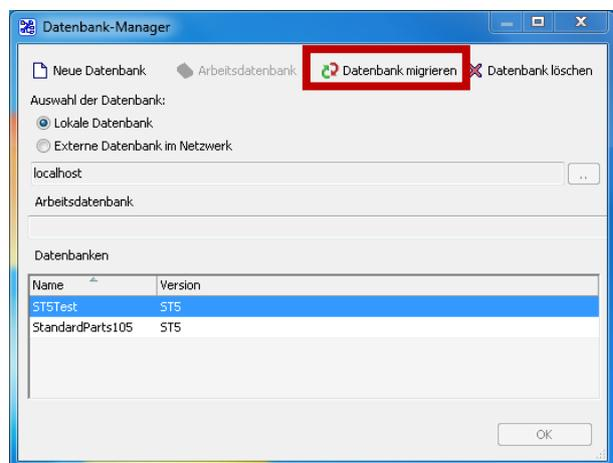

Abbildung 14
2. Wählen Sie Ihre bisherige Arbeitsdatenbank aus und klicken Sie auf den Button „Datenbank migrieren“ (Abb. 14) und bestätigen Sie die Nachfrage mit einem Klick auf „Ja“